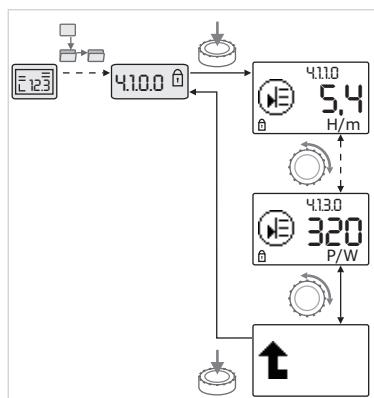

Fig. 39: Wywoływanie informacji
- Poprzez obracanie pokrętła wybierać elementy menu typu „Informacja” w aktualnych podmenu (patrz Fig. 39). Objasnienia symboli odpowiadających poszczególnym ustawieniom – patrz tabela w rozdziale 8.7 „Przegląd elementów menu” na stronie 156.